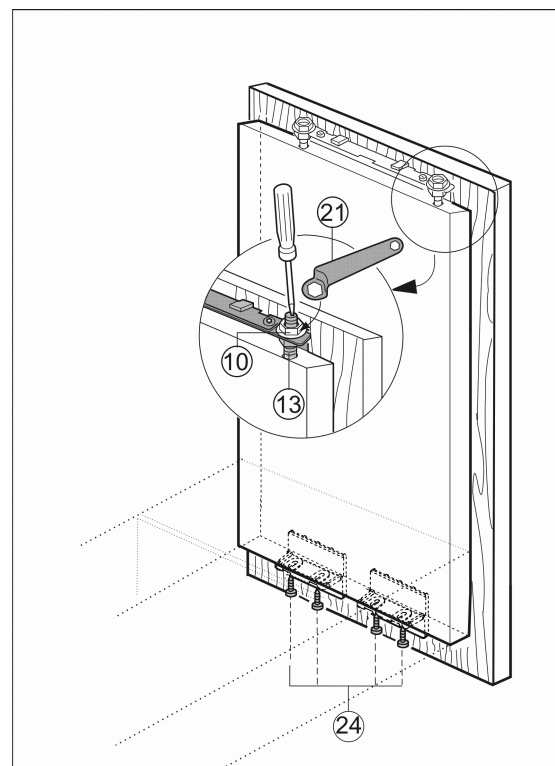

Fig. 23
- ▶ Serrer les contre-écrous Fig. 23 (10) avec la clé polygonale Fig. 23 (21) en bloquant les boulons d'ajustement Fig. 23 (13) à l'aide d'un tournevis.
- ▶ Régler le jeu de la porte du placard en profondeur **Z**: dévisser les vis Fig. 22 (15) du haut et les vis Fig. 23 (24) du bas, puis déplacer la porte.